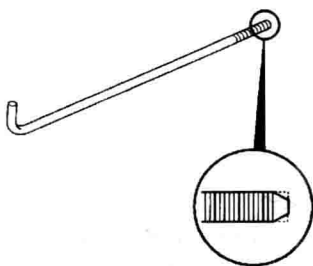

图 1-1-9 将螺栓打磨成尖头
12. 按照图 1-1-9 所示, 找一只从蓄电池支架上拆下的螺栓, 把螺栓的一端打磨成尖头。